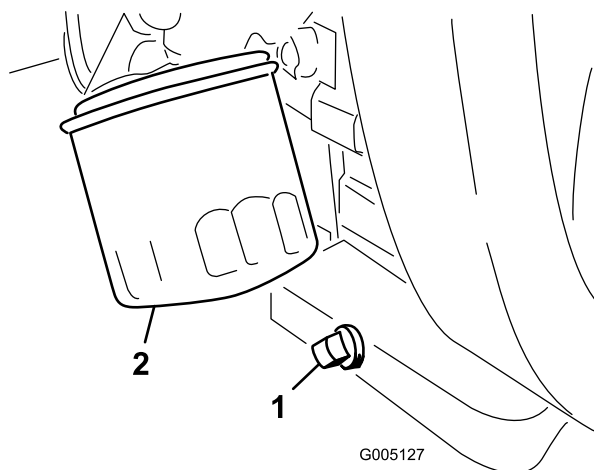

Figure 34
2. Enlevez le filtre à huile (Figure 34). Appliquez une fine couche d'huile sur le joint du filtre de rechange.
1. Retirez le bouchon de vidange (Figure 34) et laissez couler l'huile dans un bac de vidange. Remettez le bouchon quand la vidange est terminée.